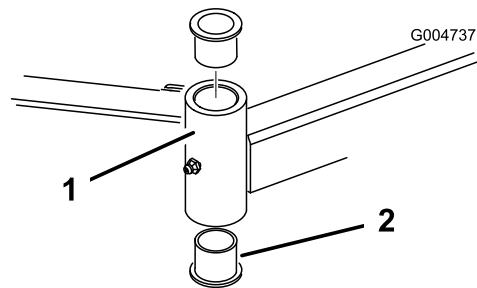

図 28
4. ピンポンチを使って、チューブの上または下からブッシュをたたき出す(図 28)。もう1個のブッシュについても同様にして取り出す。チューブの内部をきれいに清掃する。